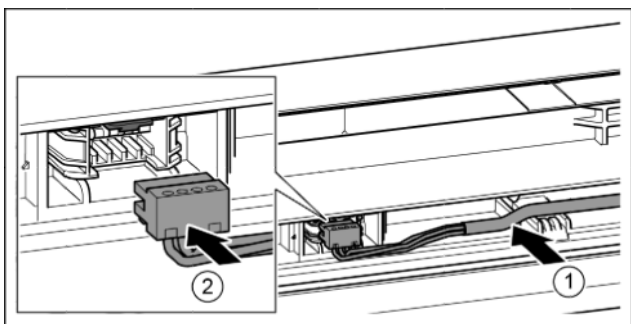

Fig. 39
- ▶ Вставить серый кабель в направляющую в верхней двери. Fig. 39 (1)
- ▶ Зафиксировать штекер. Fig. 39 (2)